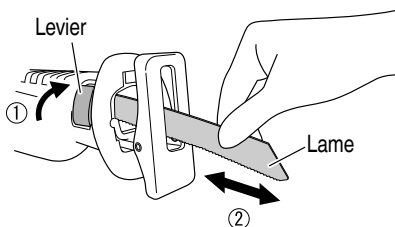

Fig. 11
- (3) Quand on relâche le levier, la force de ressort ramène automatiquement le levier sur la position correcte.
- (4) De la main, tirer deux ou trois fois de suite sur le dos de la lame pour vérifier qu'elle est solidement fixée. (Fig. 11)